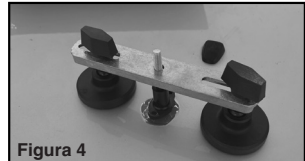
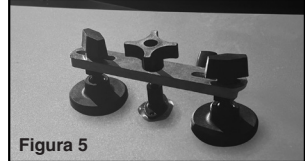
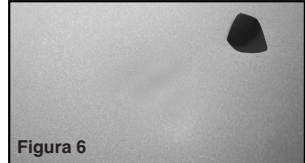

Figura 4
Figura 5
Figura 6
- Coloque la barra transversal (5) sobre la lengüeta y fije los ajustadores (6) en la longitud deseada. Ver la figura 4. Enrosque la tuerca de mariposa (7) al extremo de la lengüeta. Siga girando la tuerca de mariposa hasta que la abolladura se levante. Deténgase cuando la abolladura esté en el nivel normal de la superficie. Ver la figura 5.
- Desenrosque la tuerca de mariposa y quite la barra transversal y la lengüeta de tracción de la superficie. En el lugar donde se ha secado el pegamento, ponga dos gotas de alcohol isopropílico (no se incluye). Use la espátula de plástico (8) para despegar el parche de pegamento ablandado..
- Si ha quedado una superficie con relieve, use un martillo (no se incluye) y golpee ligeramente la clavija (9) contra la superficie hasta lograr la suavidad deseada. Ver la figura 6.